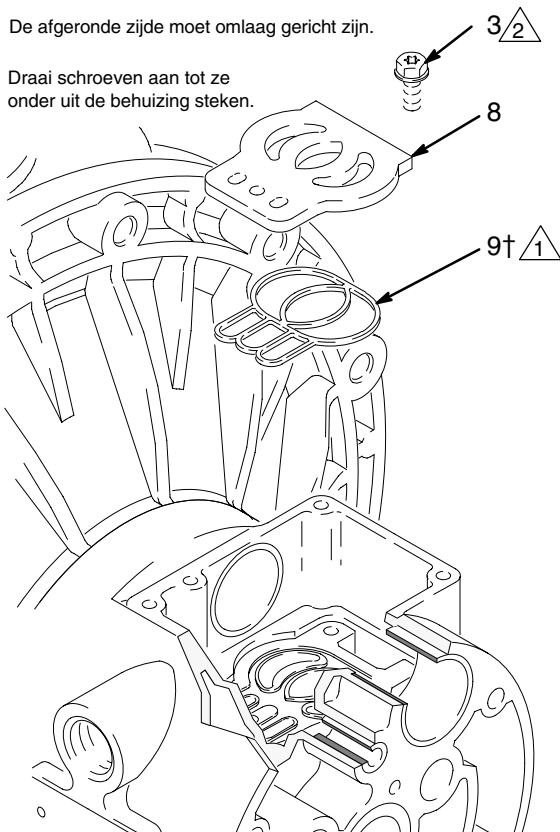

Fig. 10
5. Inspecteer de ventielplaat (11) zonder die te verwijderen. Indien de plaat beschadigd is, gebruikt u een Torx (T20) schroevendraaier of inbussleutel van 7 mm om de drie schroeven (3) te verwijderen. Verwijder de ventielplaat (8) en, bij modellen met een aluminium middenbehuizing, de dichting (9). Zie Fig.10.
2. Plaats bij modellen met aluminium middenbehuizing de afdichting (9†) van de ventielplaat in de uitsparing onderin de klepholte. De afgeronde kant van de afdichting **moet naar beneden** in de groef zijn gericht. Zie Fig. 10.
3. Plaats de ventielplaat (8) in de holte. De plaat bij modellen met aluminium middenbehuizing is omkeerbaar, dus het maakt niet uit welke kant omhoog ligt. Zet de drie schroeven (3) vast met behulp van een Torx (T20) schroevendraaier of een inbussleutel van 7 mm. Draai ze aan tot ze onder de behuizing uitsteken. Zie Fig. 10.